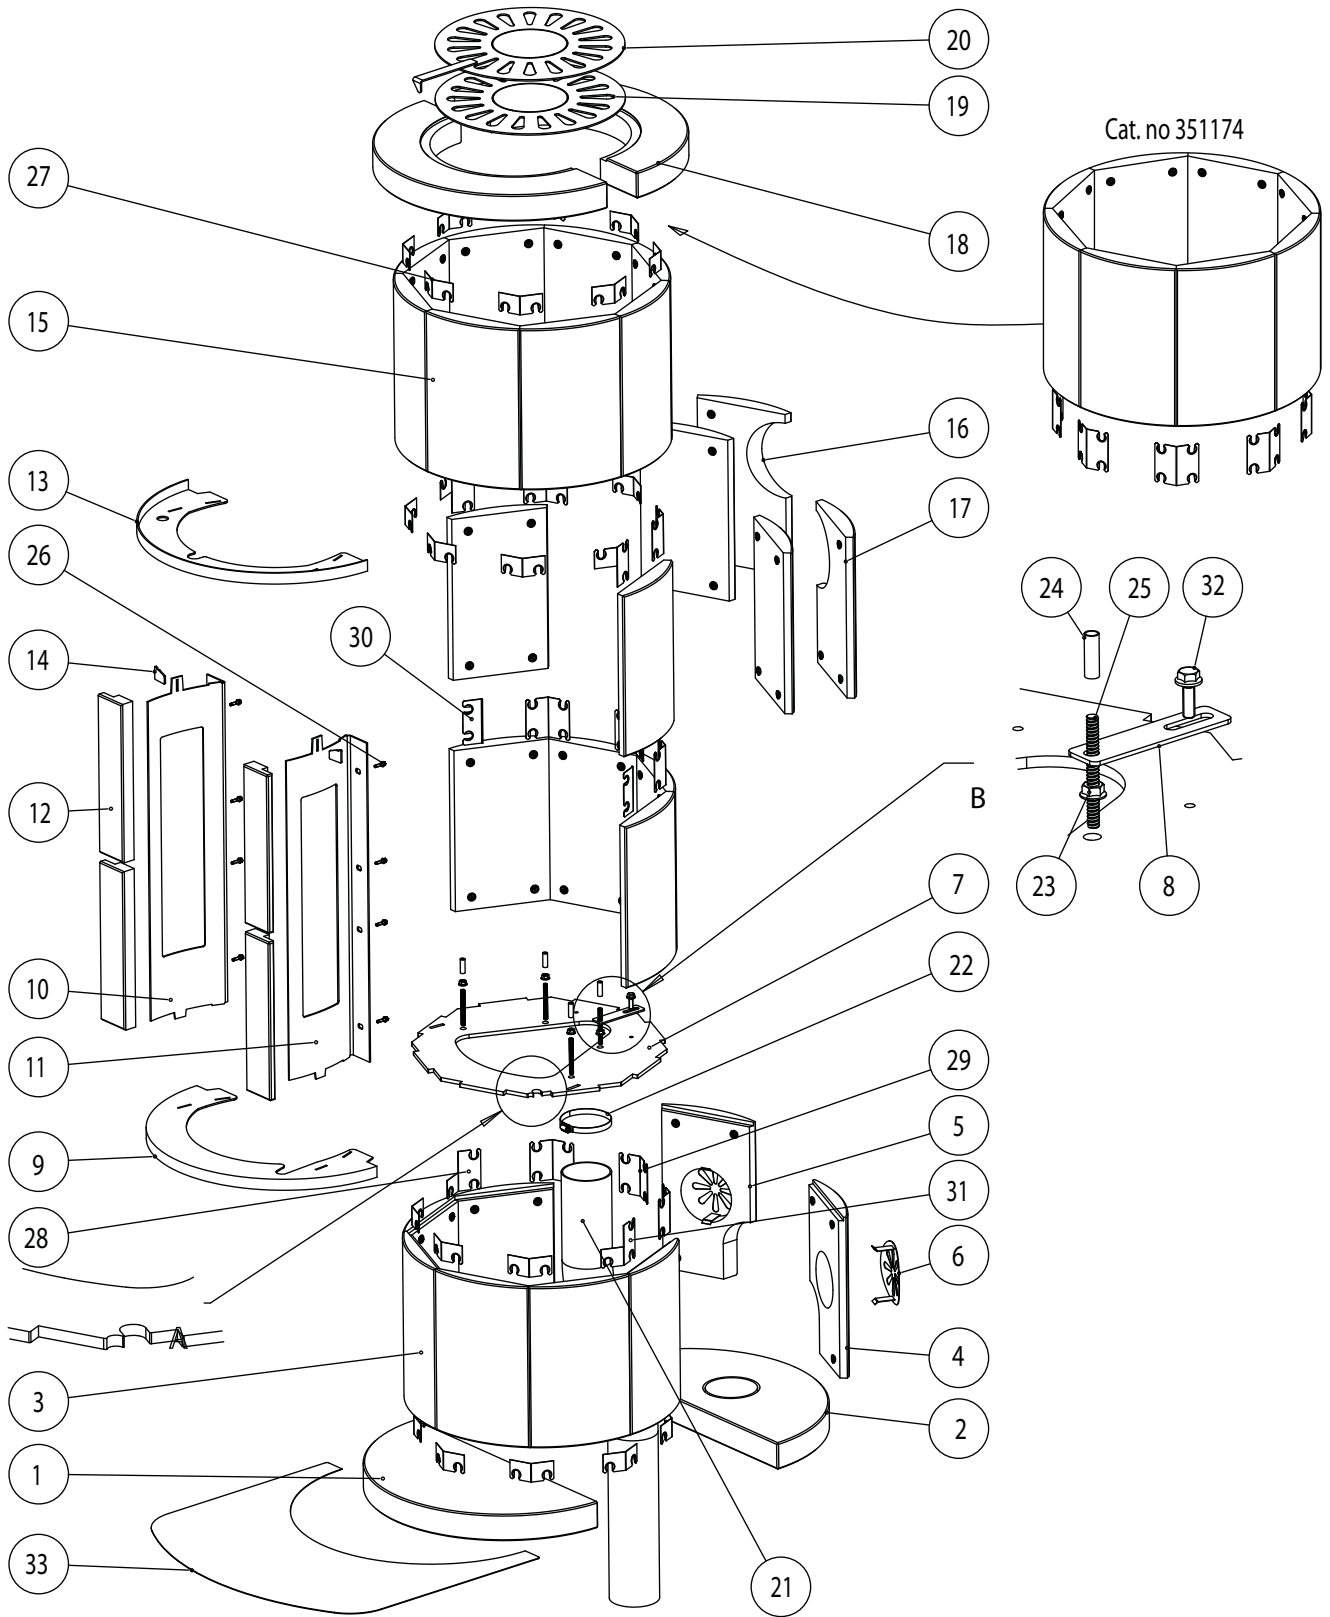

Fig. 7
- De twee onderste stenen (onderdelen 1 en 2) worden op hun plaats gezet. Zie fig. 7. Controleer door middel van een waterpas en stel zonodig bij. Het is zeer belangrijk dat de bodemplaat stevig en waterpas ligt.